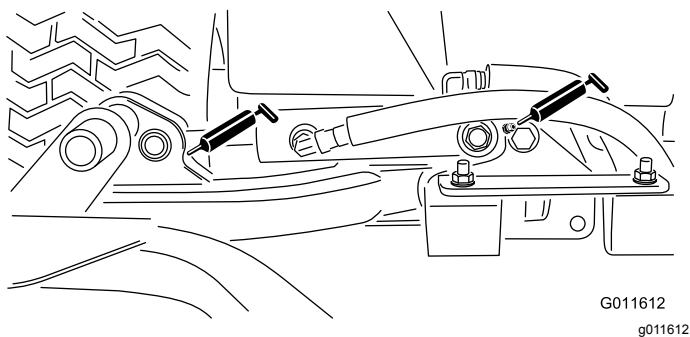

Figura 59
- Cilindros do braço de elevação da unidade de corte (2 cada) – Figura 59
- Articulações do braço de elevação (1 cada) – Figura 59